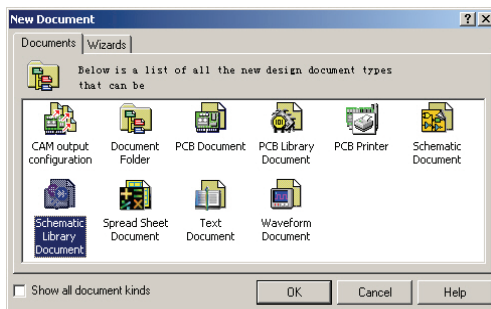

图 3-59 “New Document”对话框
1) 首先在当前设计管理器环境下，选择“File”→“New”命令，系统将显示“New Document”对话框，如图 3-59 所示。
2) 然后从对话框中选择 Schematic Library Document（原理图元器件库编辑器），如图 3-59 所示。